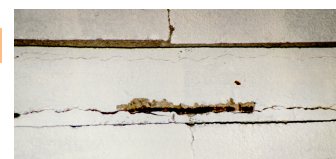

Fig.5: IVE_ GIEP
C.1. La causa posible es la corrosión de las armaduras que forman óxidos con un volumen muy superior al del acero, generando tensiones radiales alrededor de las barras, lo que produce en el hormigón la fisuración a lo largo de la localización de la armadura y, finalmente, la rotura y desprendimiento del recubrimiento. (Fig.5)